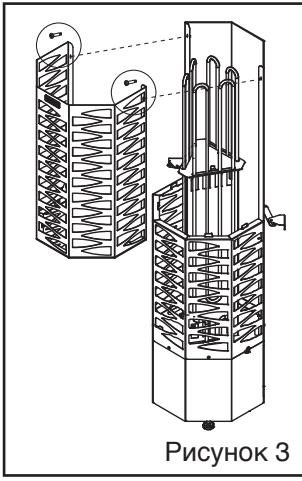

Рисунок 3
- Когда камни укладываются в нижнюю часть корпуса, верхнюю часть можно снять (см. рисунок 3).